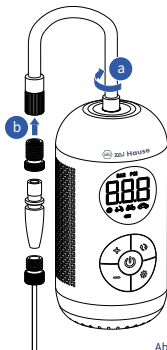

Abb. 4: Luftschlauch
4. Setzen Sie den Luftschlauch in die Öffnung auf der Oberseite der Luftpumpe ein und drehen Sie ihn im Uhrzeigersinn (Abb. 4/ **a**).
5. Setzen Sie den gewünschten Luftventiladapter in das Schrader-Ventil ein (Abb. 4/ **b**).